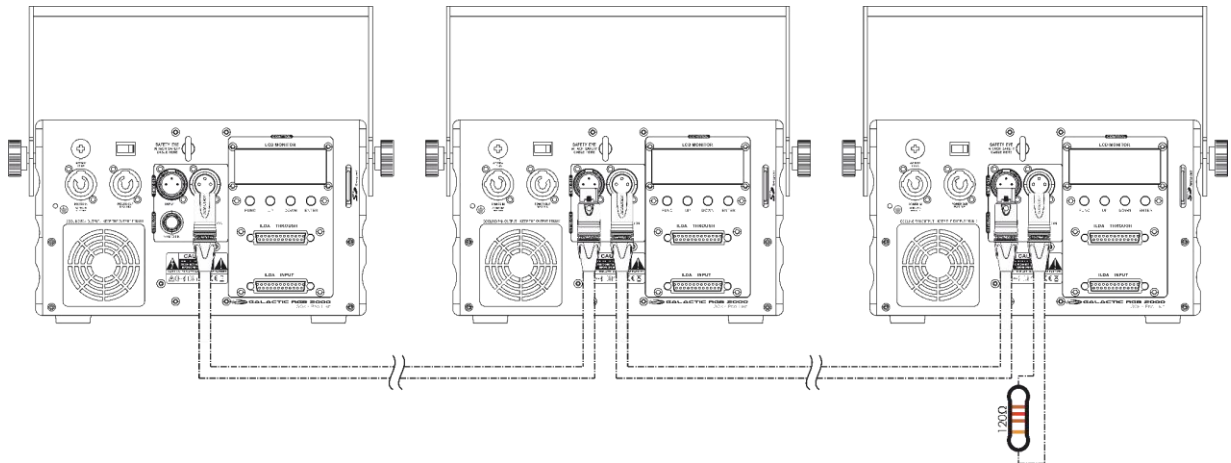

Abb. 12
- 02) Verbinden Sie die gewünschte Anzahl an Geräten auf diese Weise, wie in Abb. 12 gezeigt.
- 03) Stecken Sie die mitgelieferte SD-Karte in den **Steckplatz (13)** jedes verbundenen Geräts.